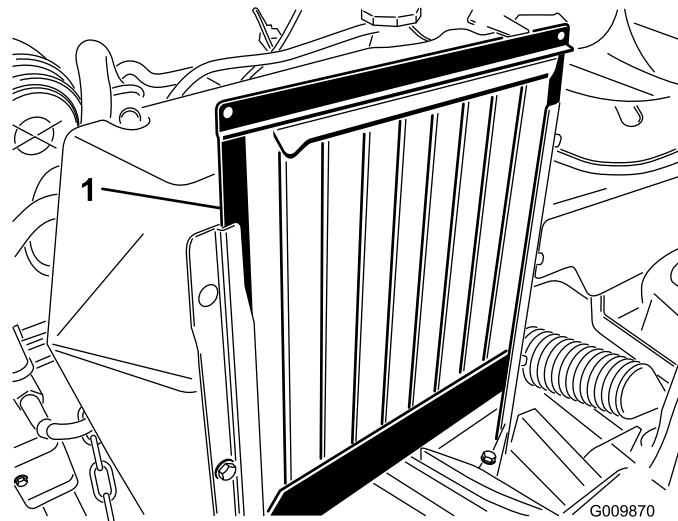

図 53
1. ラジエター・スクリーンを外し、ついているごみを除去する（図 53）。